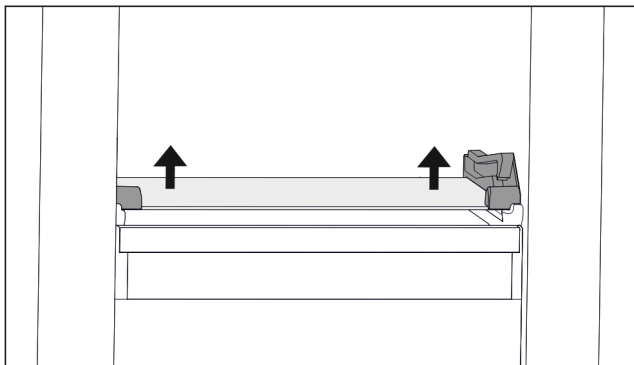

Fig. 72 Placa de sticlă a sertarului înclinabil
- ▶ Apăsăți placa de sticlă de jos în sus pe ambele părți. (vezi Fig. 72)